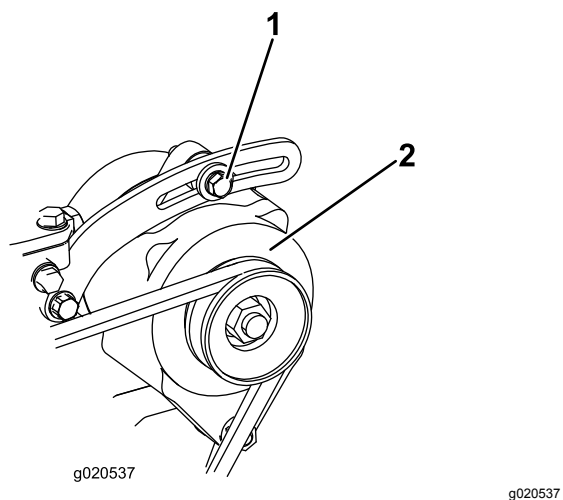

Figura 97
- Se a deslocação obtida não for igual a 10 mm, deve desapertar os parafusos de montagem do alternador (Figura 97).